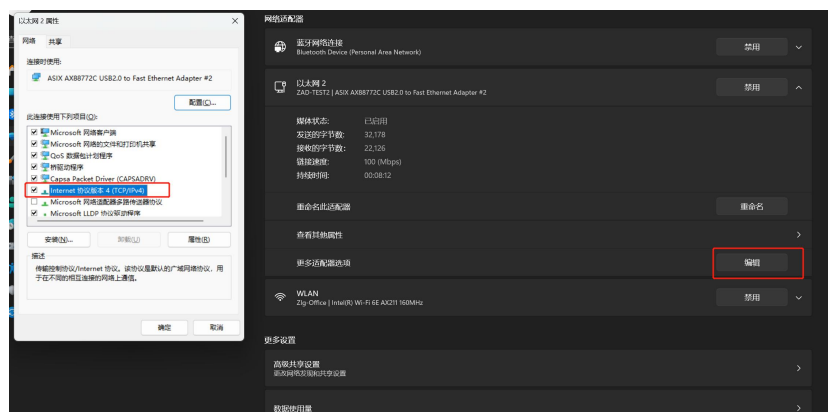

图 6.3 查看 internet 协议版本 4
3. 接着点击编辑按钮，在弹出框中双击 internet 协议版本 4，如图 6.3 所示。